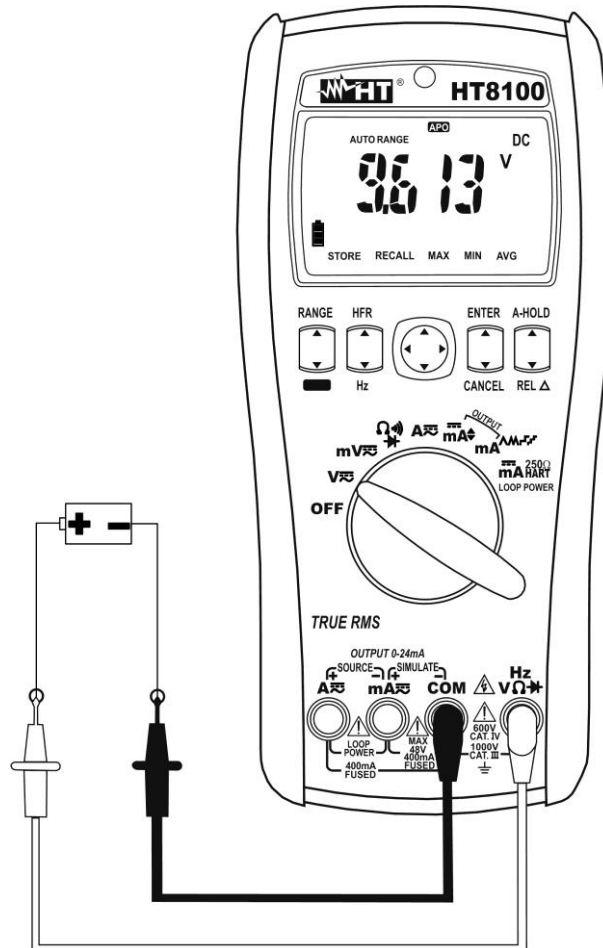

Fig. 2: Uso do instrumento para a medição de Tensão CC
7. A visualização do símbolo "-" no display do instrumento indica que a tensão tem sentido oposto em relação à ligação da Fig. 2.